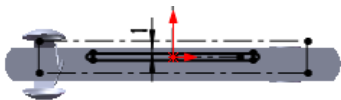

图 15.4.48 编辑草图
(4) 编辑草图，如图 15.4.48 所示。退出草图环境，完成成形特征 2 的创建。